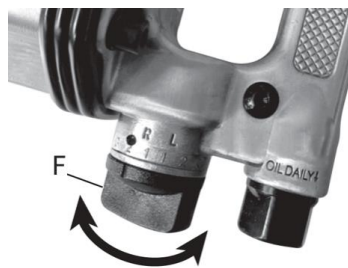

fig. 5
7. Sélectionnez la puissance désirée à partir du régulateur de débit d'air (F). Il est numéroté de 1 à 3, 1 étant le moins puissant et 3 étant le plus puissant (fig. 5).